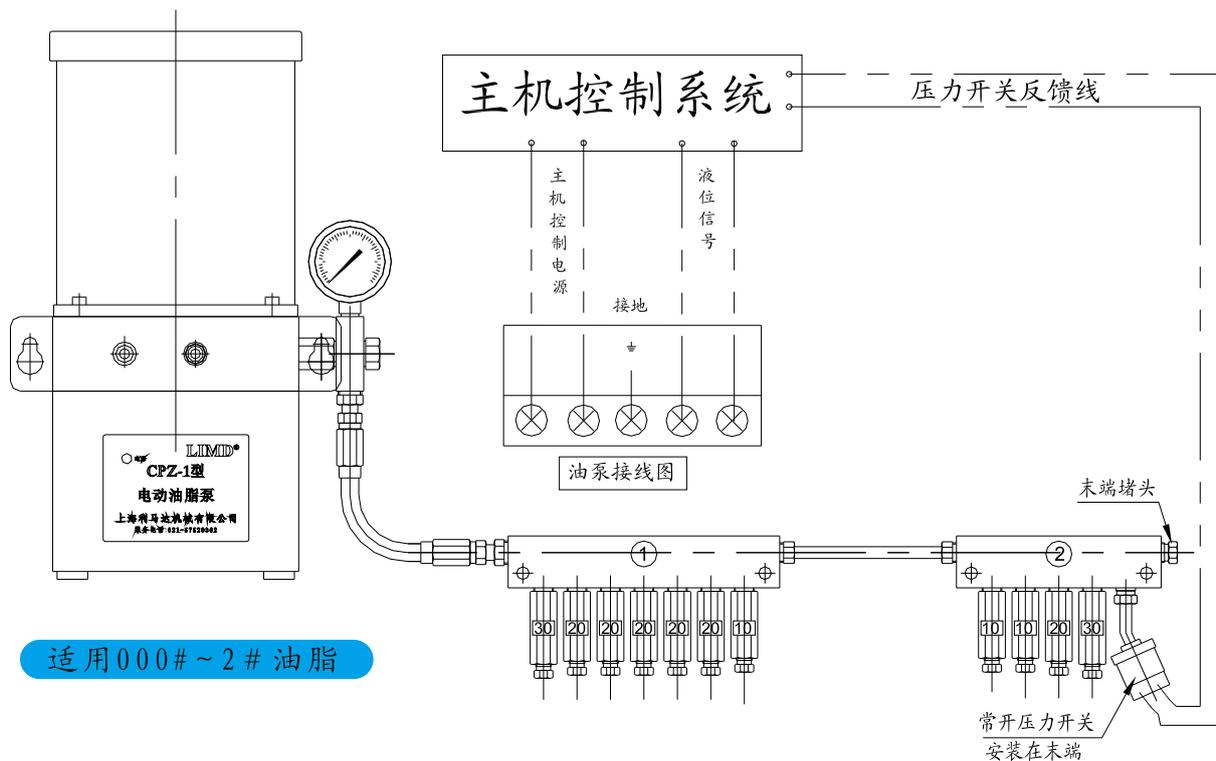

图3：电动定量集中油脂润滑装置示意图
③电动定量集中油脂润滑装置：采用CPZ-*电动油脂泵，区别在于CPZ-1电动油脂泵不含控制器，得电即泵油，失电即停泵。工况由主机控制，因此主管路末端安装的常开型压力开关信号线要接到主机。主机根据压力开关的反馈信息控制油泵的运行状况。若控制程序设置合理的话也可实现智能滑的目的。但程序不合理则就达不到理想效果。价格比手动润滑装置的高但比智能润滑低些（如图3所示）。